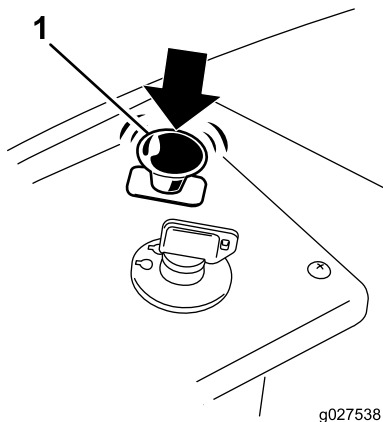

Figura 13
1. Desengate as lâminas movendo o interruptor de controlo da lâmina para Off (Figura 13).